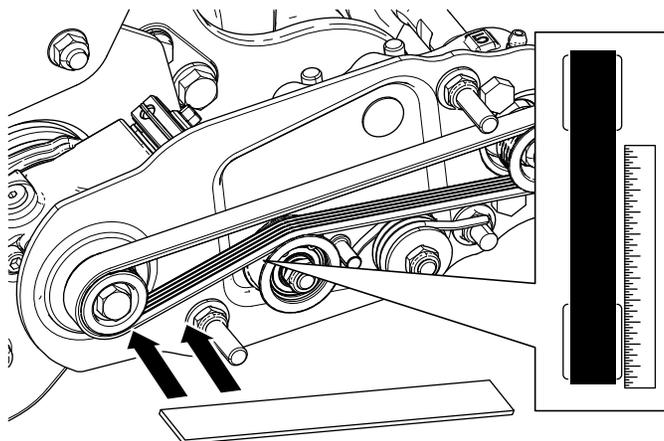

Figura 15
- Appoggiate un regolo sulla superficie esterna della puleggia **motrice** (Figura 15). **Non** appoggiate il regolo sulla puleggia motrice e la puleggia condotta.